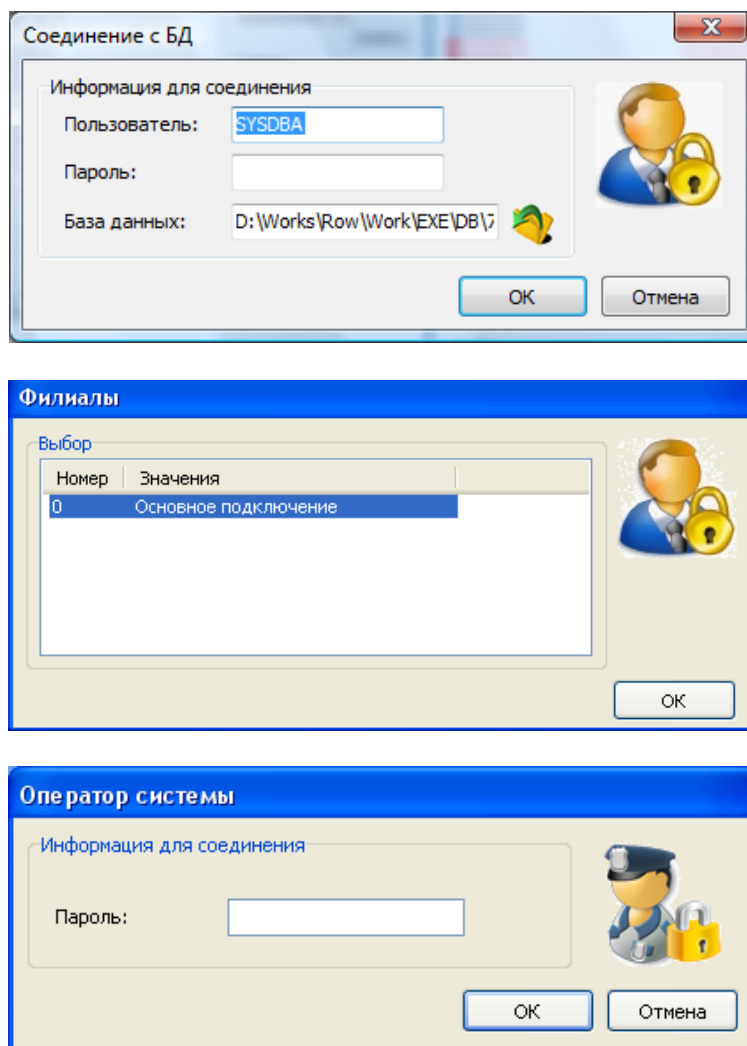

Рис.33
*При первом запуске приложения* отобразится экранная форма «Соединение с БД» (Рис.33), поскольку при первом запуске необходимо указать соответствующие настройки. Заполните соответствующие поля (имя пользователя «SYSDBA», пароль «masterkey» и путь в \*.fdb файлу БД) и нажмите «ОК». Если все указано правильно, то приложение будет загружено. Если нет, то данная форма будет отображаться вновь, пока не будут, указаны корректные параметры.
Также при каждом запуске приложения будет отображаться экранная форма «Оператор системы» (Рис.33). Данная форма необходима для определения типа пользователя («оператор» или «администратор» системы). Укажите пароль и нажмите кнопку «ОК». Для более полной информации смотри раздел «Операторы системы».